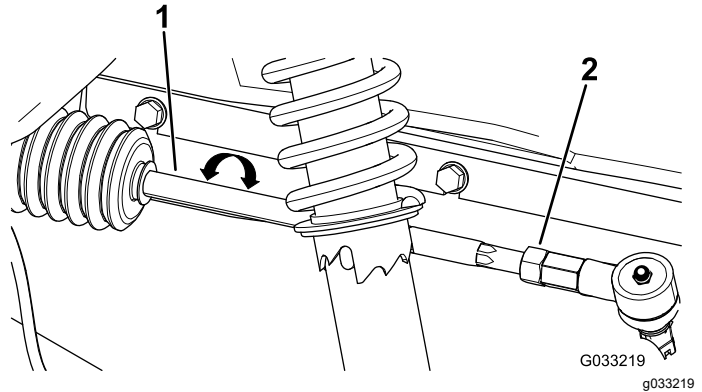

Bild 47
2. Wenn der Wert nicht zwischen 0 und +/- 3 mm liegt, lösen Sie die Klemmmuttern am äußeren Ende der Spurstangen (Bild 47).